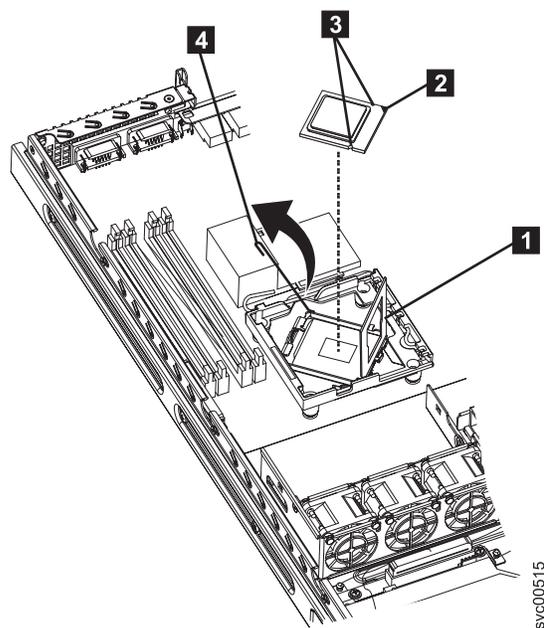

図 256. SAN ボリューム・コントローラー 2145-8A4 マイクロプロセッサ
1. 311 ページの図 256 に示すように、マイクロプロセッサ・ブラケット・フレーム **1** および解放ラッチ **4** の両方が完全に開いていることを確認します。
2. 図 256 に示すように、マイクロプロセッサをソケットに位置合わせします。